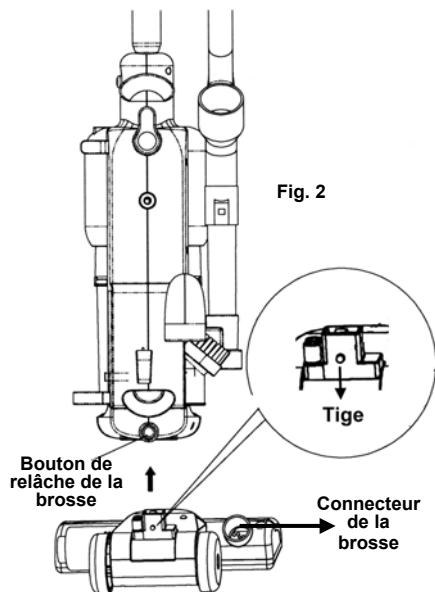

Fig. 2
- Insérez la brosse à planchers dans le bas de l'aspirateur, dans la direction indiquée par la flèche (Fig. 2).